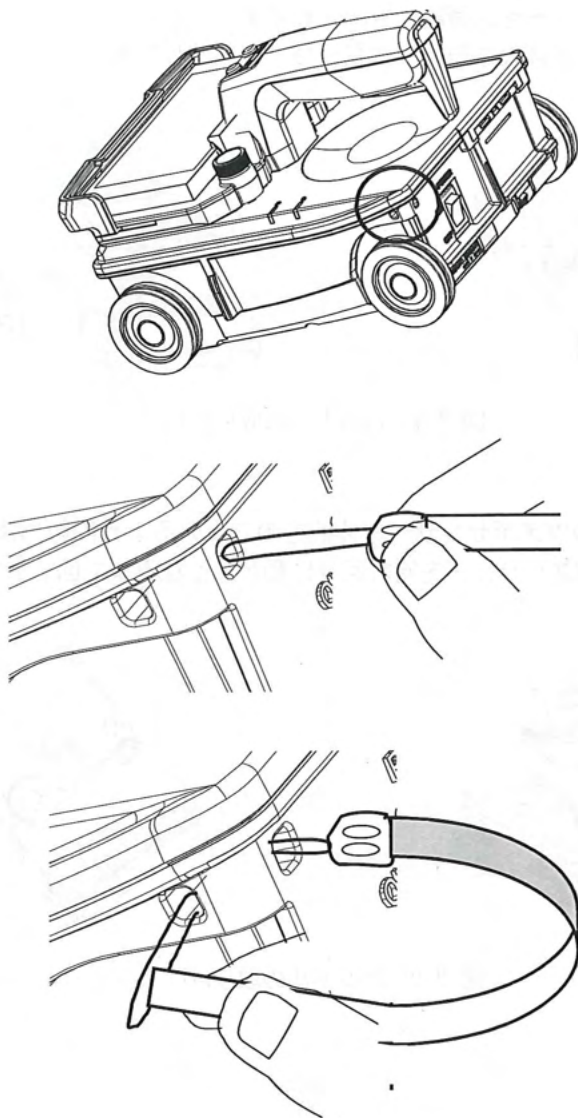

図 2-3 ハンドストラップ
センサー本体は、落下防止用のハンドストラップを標準添付しています。ハンドストラップは、図 2-3のようにハンドストラップ取り付け穴（図 1-2 ⑨）に取り付け、ハンドストラップに手を通して探査してください。